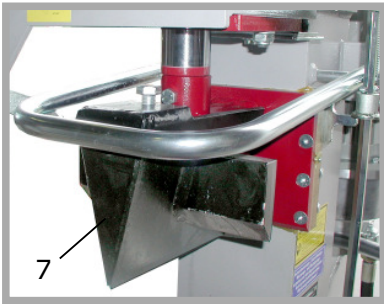

Abb. 7
Als Zubehör zu unseren Holzspaltern ist ein Spaltkreuz (7) erhältlich (siehe Abb. 7).